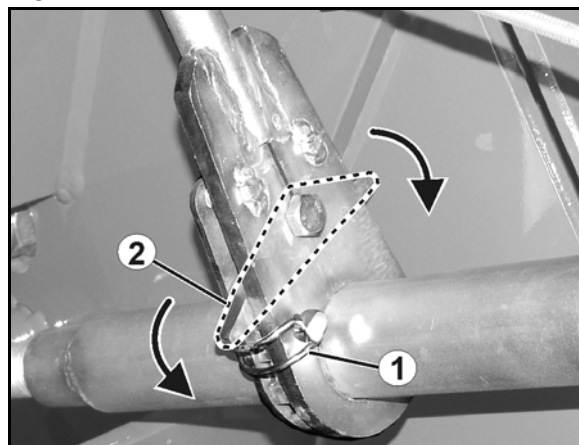

Fig. 40
2. Fjern splinten (Fig. 40/1).
3. Fest svingarmen (Fig. 40/2) i samsvar med ønsket dreieretning.